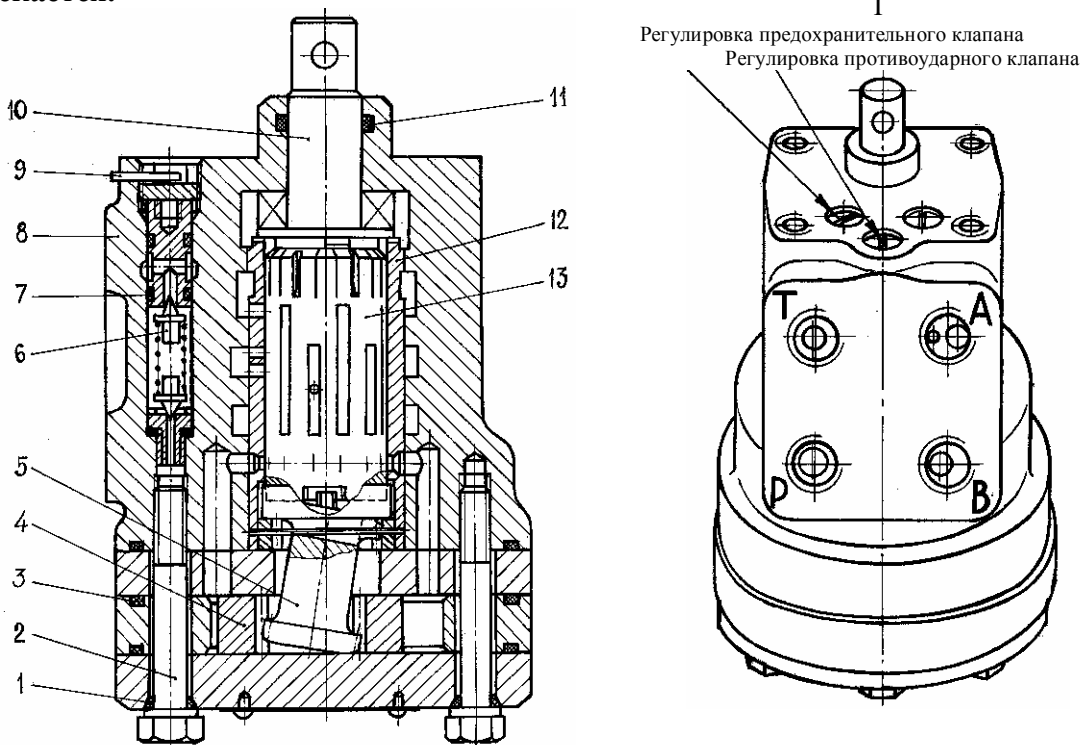

Рис. 47 Гидравлический рулевой механизм
12. ГИДРАВЛИЧЕСКИЙ РУЛЕВОЙ МЕХАНИЗМ (рис. 47)